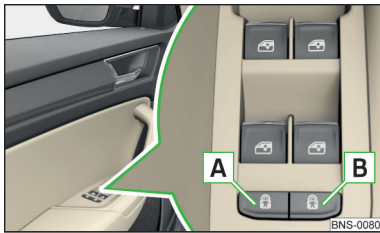

Abb. 42
- Zum **Ein-/Ausschalten** der Kindersicherung in der **linken** Hintertür die Taste A in der Fahrtür drücken » Abb. 42.